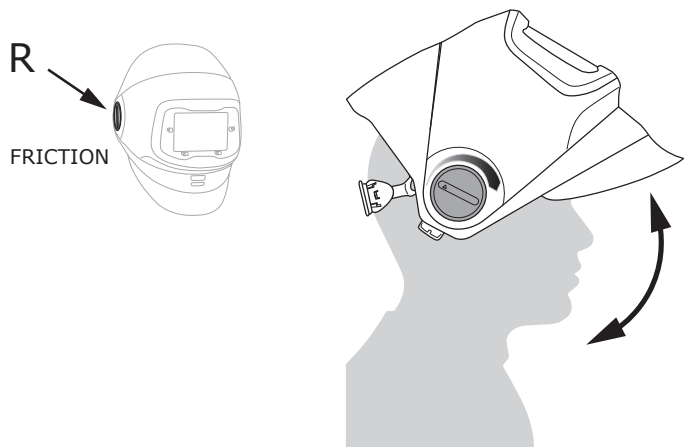

Fig. 6a
- Para ajustar la fuerza de caída o la fricción, gire la perilla de pivote derecha, etiquetada FRICTION (FRICCIÓN), hacia la derecha para aumentar la fricción o hacia la izquierda para disminuirla (Fig. 6a).